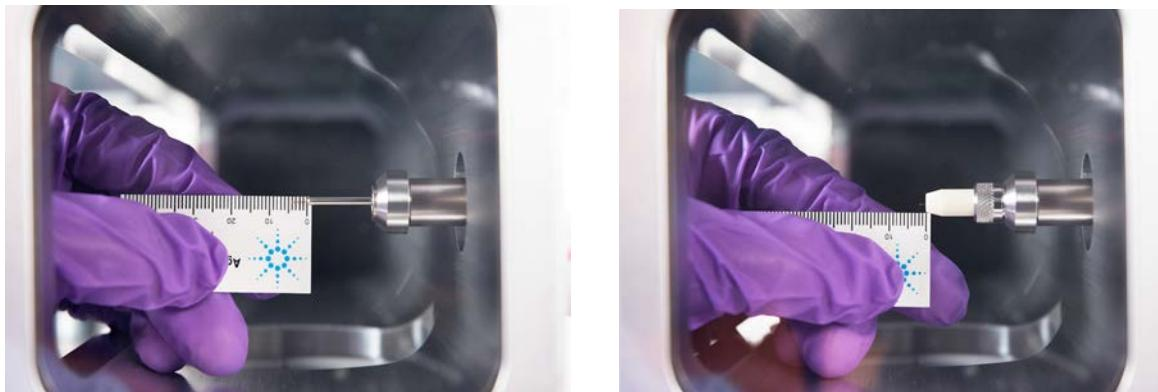

図 6 EI HES イオン源の場合の、GC/MS インターフェイスへのキャピラリカラムの取り付け
- インターフェイスチップシール (G3870-20542) (40 ページの図 6 を参照。)
EI HES へ取り付ける場合(図 6 を参照)、カラムを 4 ~ 5 mm 出します。
- インターフェイスチップシール (G3870-20542) (39 ページの図 5 および 40 ページの図 6 を参照。)(ステンレス製 EI、または不活性イオン源では使用しません。)
EI HES へ取り付ける場合 (40 ページの図 6 を参照)、カラムを 4 ~ 5 mm 出します。